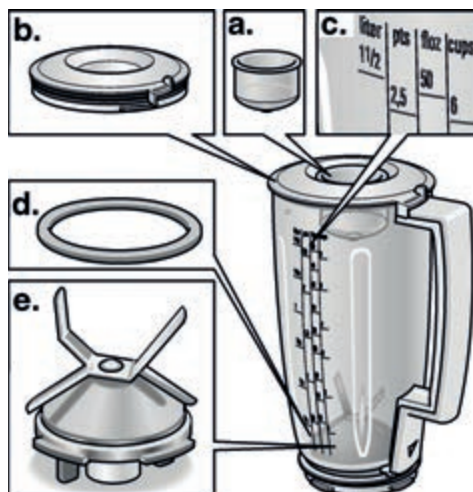

Figure 9
Le Robot Culinaire Bosch Série Universale MUM 6N11 UC comprend les accessoires du mixeur. Ce mixeur comprend les accessoires illustrés par la figure 9.
1. Avant d'utiliser le mixeur pour la première fois, nous vous recommandons de laver le couvercle du bol mixeur, la coiffe / l'entonnoir et l'embase à lame. Tous les composants sauf l'embase à lame peuvent se laver au lave-vaisselle. Détachez l'embase à lame du mixeur (voir fig. 9).